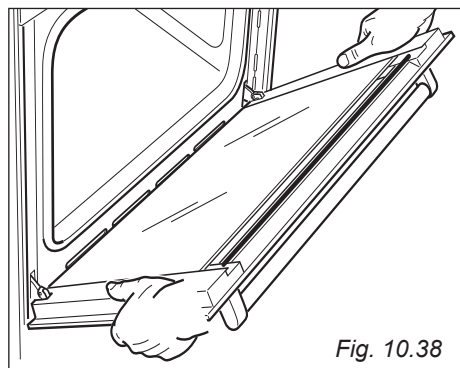

Fig. 10.38
- Impugnare la porta come illustrato in fig. 10.38.